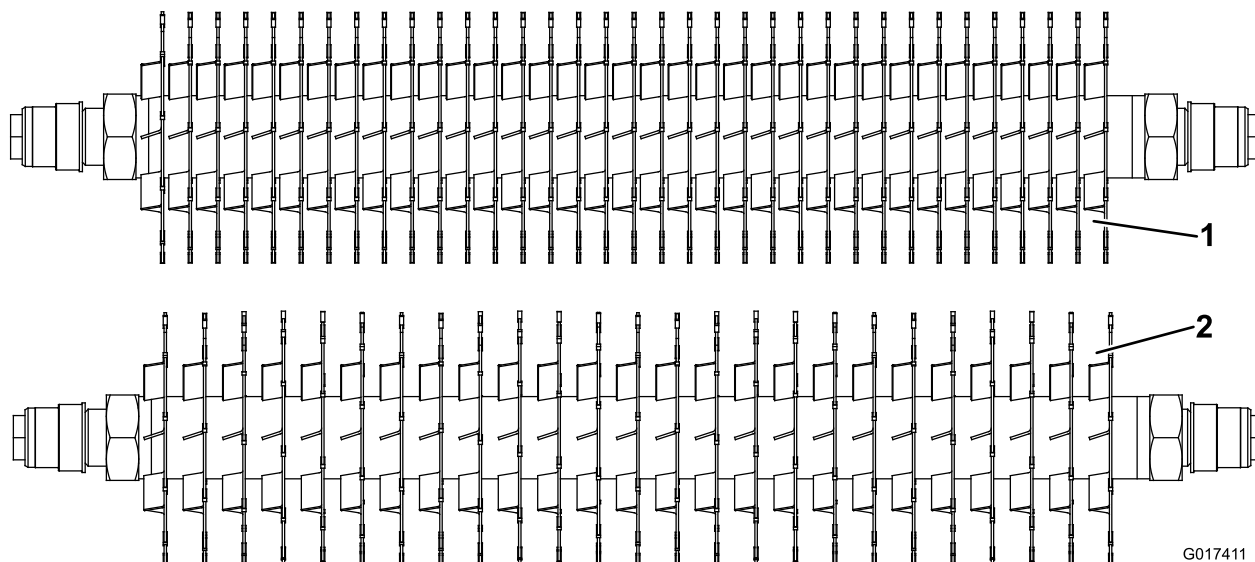

Figura 13
o espaçamento de 1,27 cm (0,5 pol.) é necessário um espaçador adicional (34), peça número 17-1580 e (10) lâminas de carboneto adicionais, peça número 106-6355 ou (10) lâminas regulares, peça número 17-1590 (Figura 13).